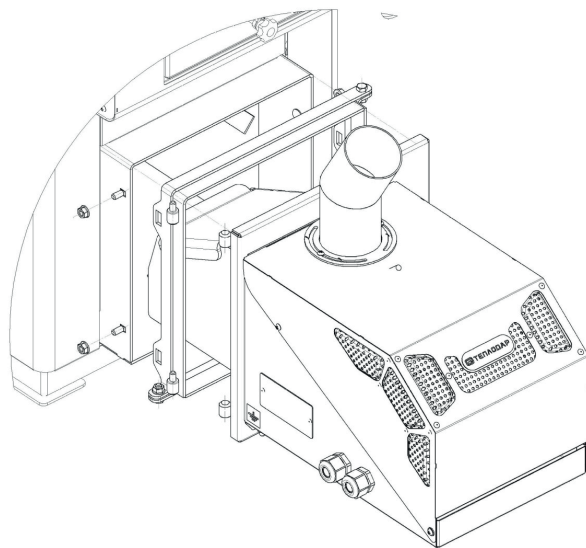

Рисунок 5
4. Установить переходник ГПФ и зафиксировать его гайками, предварительно между корпусом обечайки и переходником уложить прокладку. На рис.5 условно не показана.